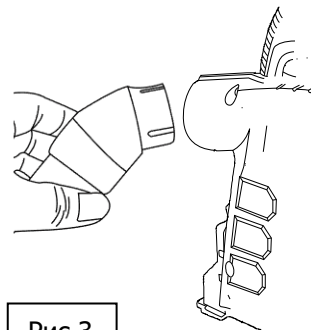

Рис.3
1. Вставьте адаптер пылеотвода в пылеотводное отверстие. (Рис. 3)